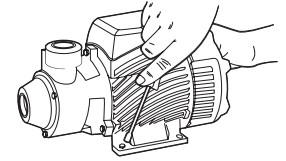

Figura 3.
3. Coloca la Bomba Rotoplas en su lugar y fijarla con tornillos (ver Figura 3).